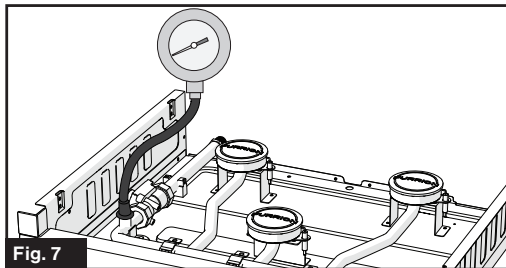

Fig. 7
5. El probador de nivel de presión debería indicar entre 10" WC y 13.8" WC. (Fig. 7)